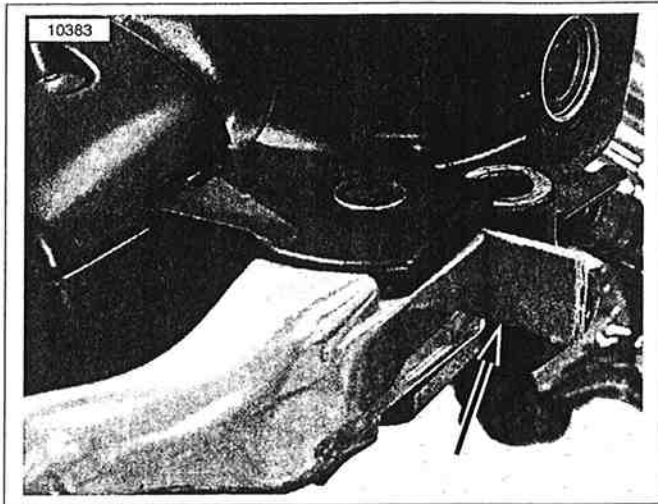

Figura 2-76. Instalación de un inserto de cartón antes de desmontar el conjunto de la bomba de frenos
5. Vea la Figura 2-76. Oprima la palanca del freno delantero y coloque un inserto de cartón de 4 mm (5/32 pulg.) de espesor entre la palanca del freno y la pieza de soporte de la palanca. Libere la palanca del freno.